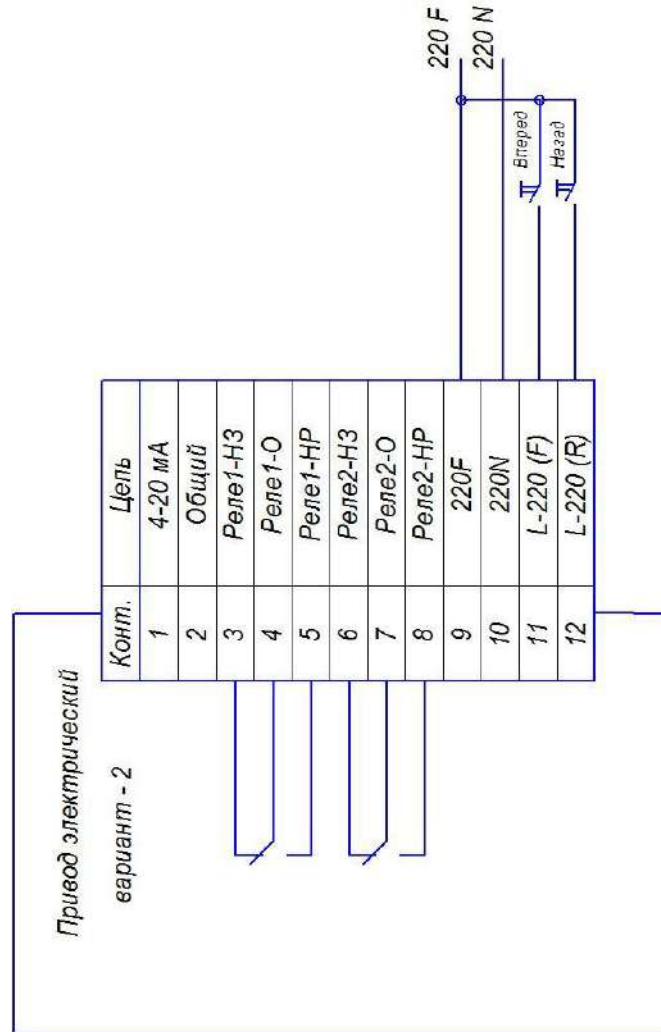

Рис.2. Пример подключения управляющих сигналов для электропривода ЭПУ-6А
1.4.4. Электрическая схема подключения электропривода показана на схеме (Прил.4 и 5). Пример подключения управляющих сигналов указан на рис.2.